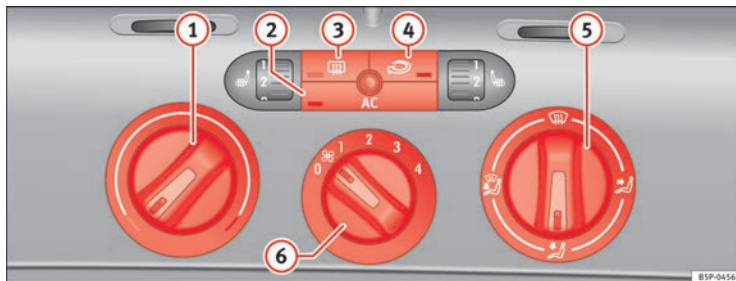

Abb. 109 In der Instrumententafel: Bedienelemente der Climatic
- Drehen Sie den Temperaturregler ⇒ Abb. 109  nach rechts, bis die gewünschte Heizleistung erreicht ist.